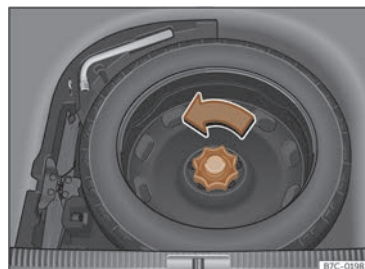

Fig. 238 În portbagaj: podeaua ridicată a portbagajului.
- Rotiți butonul rotativ în sens antiorar >>> fig. 238.